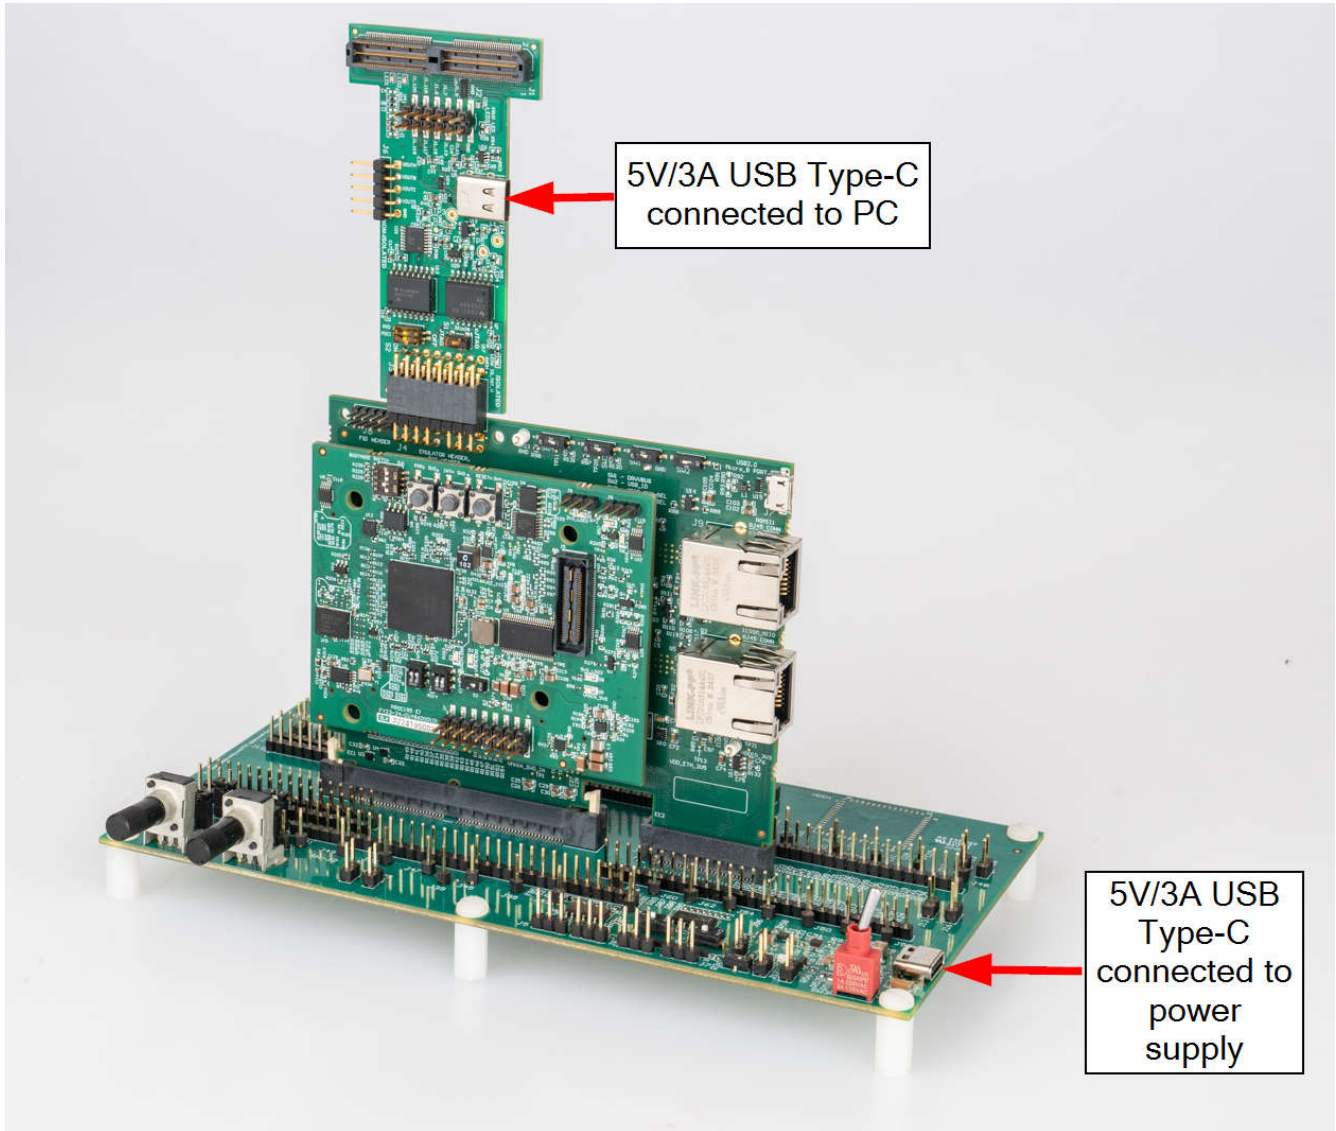
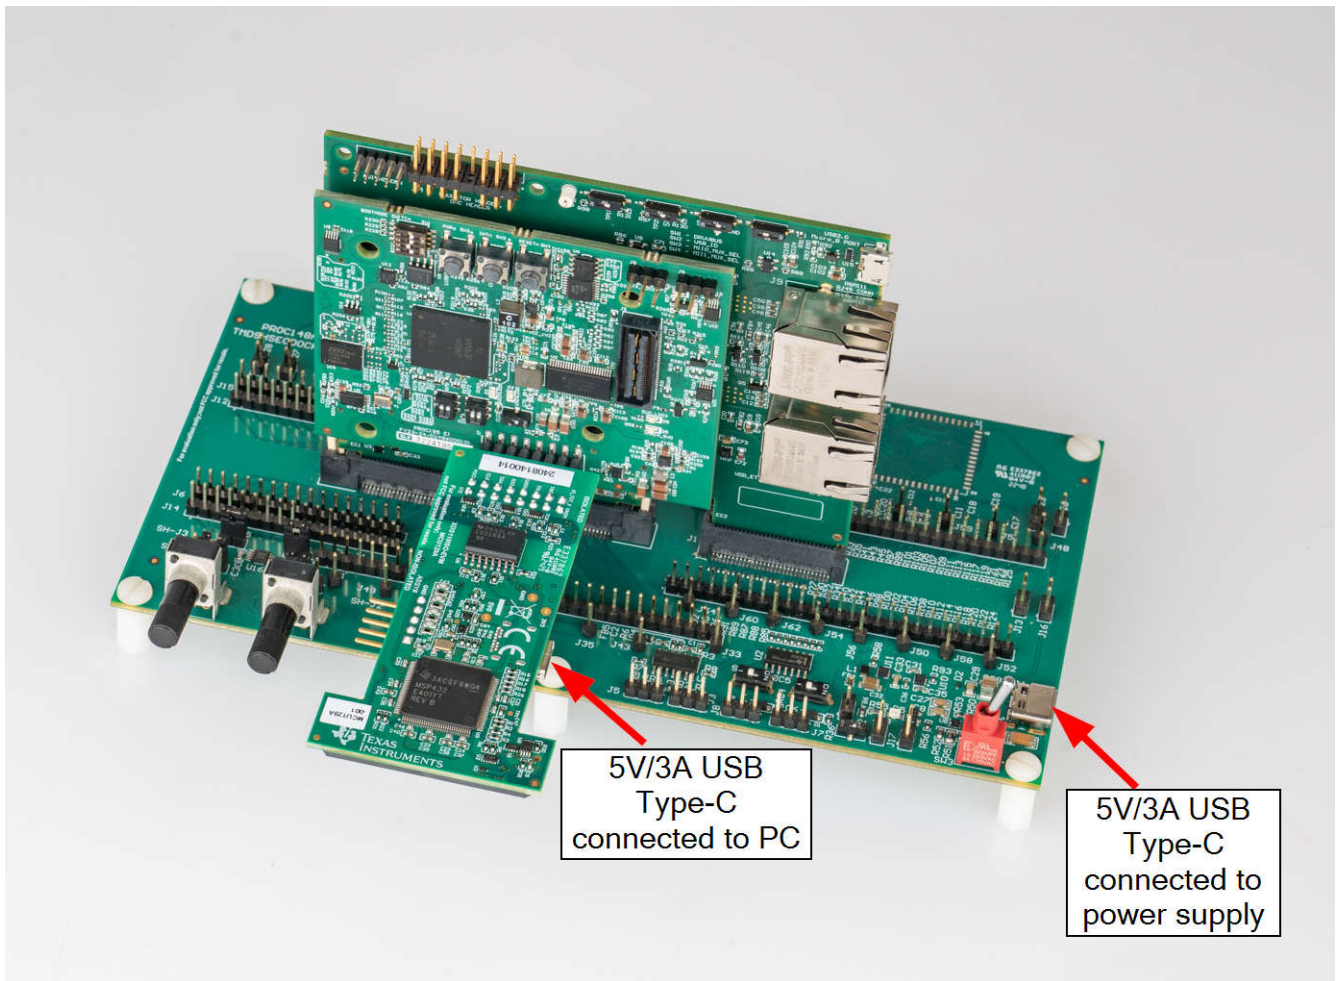

图 2-1. AM26x controlCARD 向后兼容性配置- XDS110ISO 连接到 HSEC180ADPEVM-AM2 J4
图 2-2. AM26x controlCARD 向后兼容性配置- XDS110ISO 连接到 controlSOM J7
6. 将 XDS110ISO-EVM 连接到 controlSOM 的 HSEC-180 适配器板连接器 J4 (图 2-1) 或 J7 (图 2-2)。